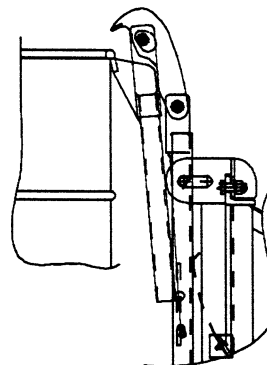

fig. 1
3. Avvicinarsi al fusto e collocare il dente inferiore della pinza sotto l'orlo del fusto. (fig. 1)